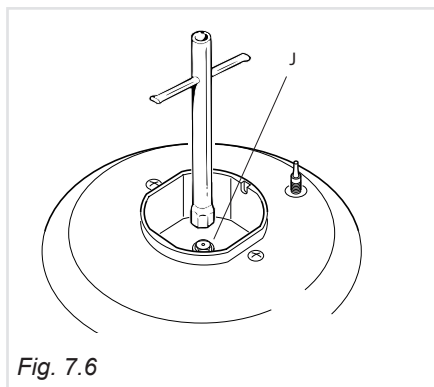

Fig. 7.6
- Con una chiave fissa sostituire gli ugelli "J" (Fig. 7.6) con quelli idonei per il gas da utilizzare.